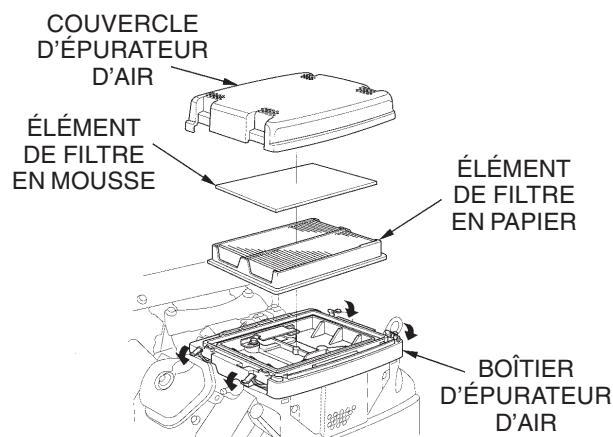

Figure 14. Épurateur d'air
- Libérer les quatre languettes de blocage (figure 14) du couvercle de l'épurateur d'air et retirer le couvercle.